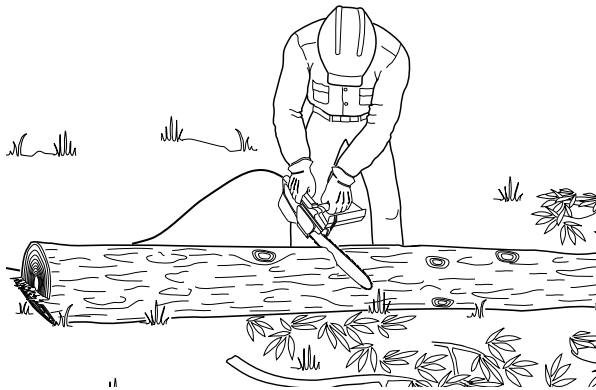

Abb.15 - Ablängen eines Stammes, der vollständig auf dem Boden liegt
1. Stamm von oben her durchsägen (siehe Abb.15).